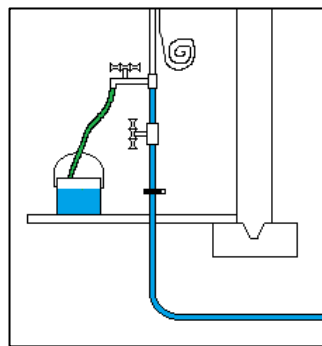

FIGURE 9
- 10.8 Le plombier purge les conduites d'eau dans le seau (FIG. 9).